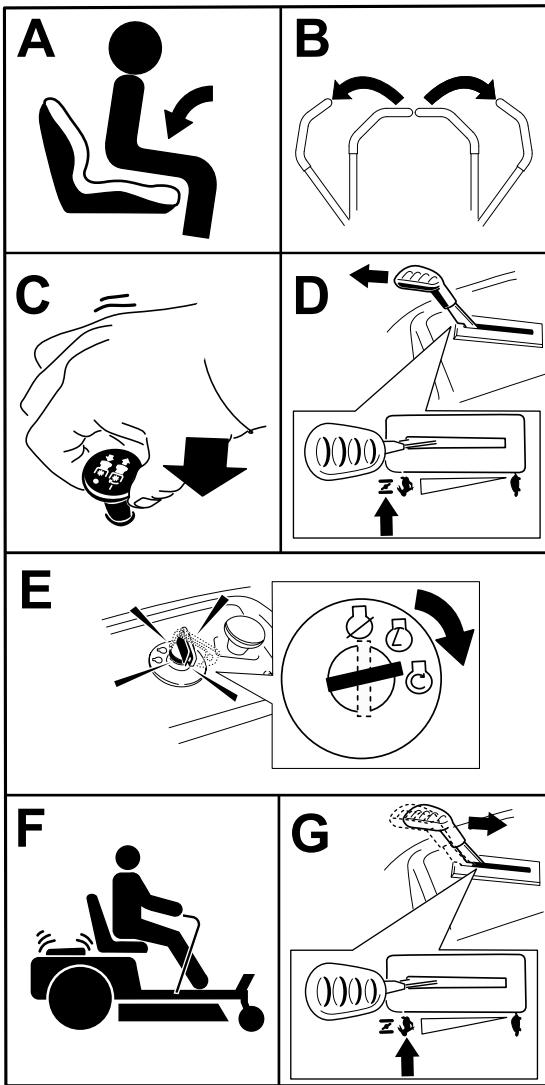

Figura 24
**Notă:** Poate fi necesar să inei maneta în pozitia de oc în timp ce încercai să pornii motorul (Figura 24).
- Decuplai lamele mutând comutatorul de control al lamei în pozitia OPRIT (Figura 24).